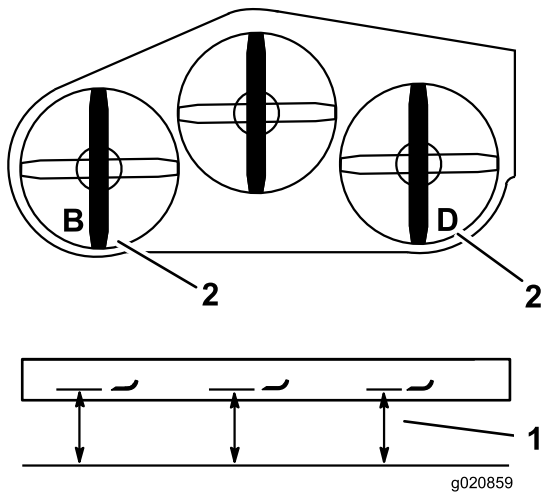

Figura 85
- Misurate la lama sinistra al punto **B** da una superficie piana fino al tagliente della punta della lama e annotate la misura rilevata (Figura 85).
- Misurate la lama destra al punto **D** da una superficie piana fino al tagliente della punta della lama e annotate la misura rilevata (Figura 85).
- La differenza tra la misurazione eseguita al punto **B** non deve essere superiore alla misurazione al punto **D** di oltre 3 mm. (Figura 85). In caso contrario eseguite la seguente operazione.